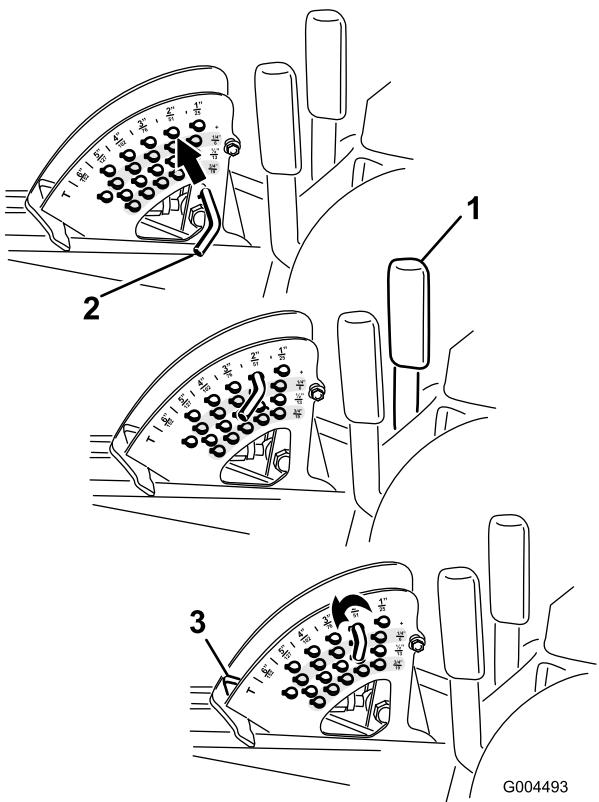

図 24
**注** デッキを上昇位置にロックするには、上昇位置からさらに 158mm 上昇させ、刈高ストップピンを抜いて（刈高の調整の項を参照）、刈高 158mm の穴に通します（図 24）。
1. エンジンが回転している状態で、デッキ昇降レバーを手前に引き、デッキが完全に上昇したら直ちにレバーから手を離す（図 24）。
2. ストップピンについているロールピンを回してピンと刈高設定穴のスロットとが整列したところでピンを抜き取る（図 24）。
3. 刈高ブラケットについている穴から、希望する刈高に対応する穴を見つけ、その穴にピンを通してロールピンを回して固定する（図 24）。
**注** 刈高設定穴は、扇形の外周に一番近い段から全部で4段（列）あります（図 24）。外周側の列は、外周部に刻印されている通りの刈高の穴です。2列目の穴は、1列目の刈高よりも 6 mm 高い刈高となります。3列目の穴は、1列目の刈高よりも 12 mm 高い刈高となります。4列目の穴は、1列目の刈高よりも 18 mm 高い刈高となります。刈高 158mm だけは例外で、2列目のはずれにあります。この穴にセットすると 刈高 158mm となります（6mm アップにはなりません）。